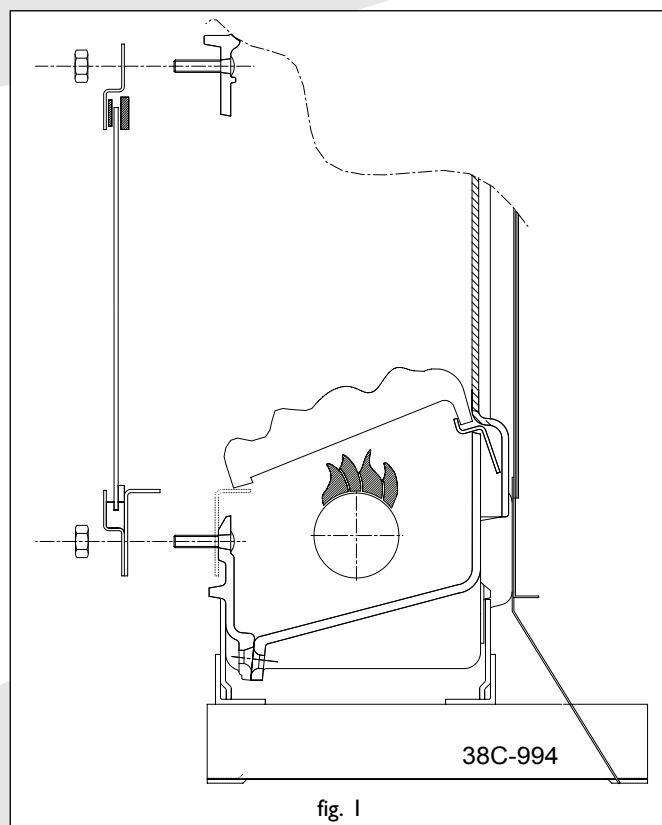

fig. 1
- placez soigneusement les nouveaux charbons sur le support dans la chambre de combustion (fig.1)